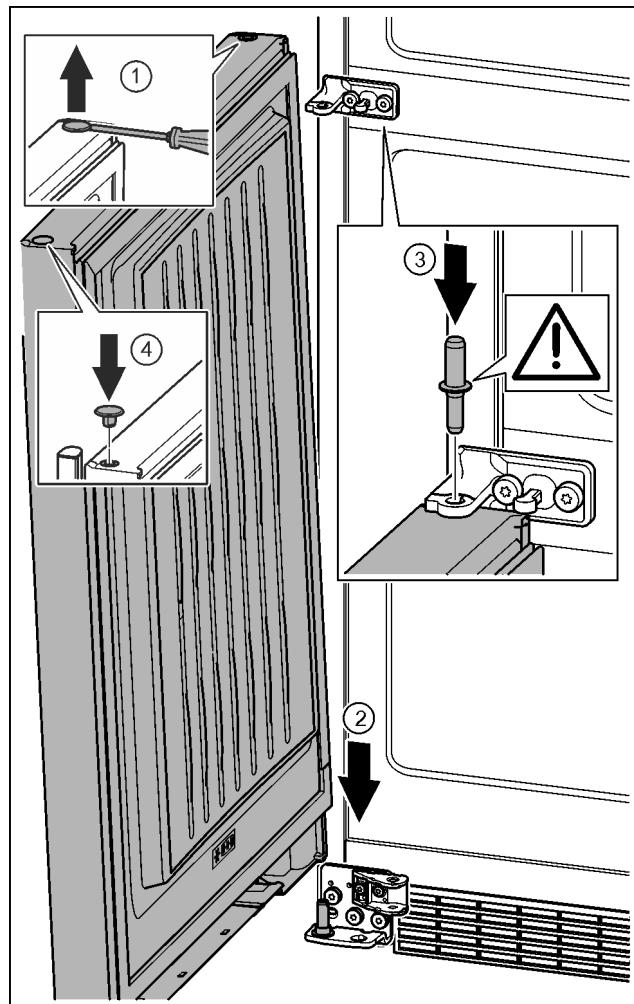

Fig. 40
- ▶ За допомогою шліцевої викрутки обережно підніміть пробку та витягніть її. Fig. 40 (1)
- ▶ Встановіть дверцята зверху на нижній опорний гвинт. Fig. 40 (2)
- ▶ Середній опорний гвинт встановіть в нижні дверцята через середній опорний кронштейн. При цьому виступ фіксатора повинен бути спрямований назад. Fig. 40 (3)
- ▶ Знову вставте пробку з іншого боку дверцят. Fig. 40 (4)